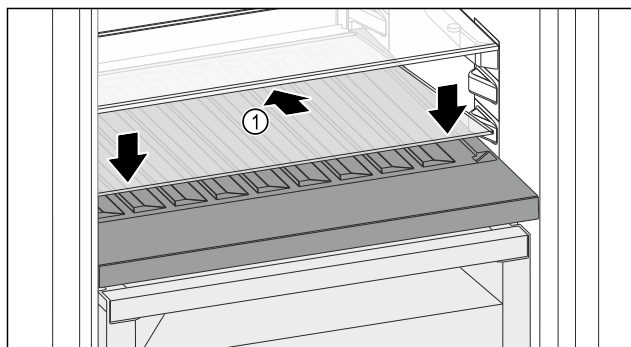

Fig. 108
- Placer la plaque de verre Fig. 108 (1) en biais et inclinée vers le bas.
- Abaisser l'avant de la plaque de verre Fig. 108 (1).